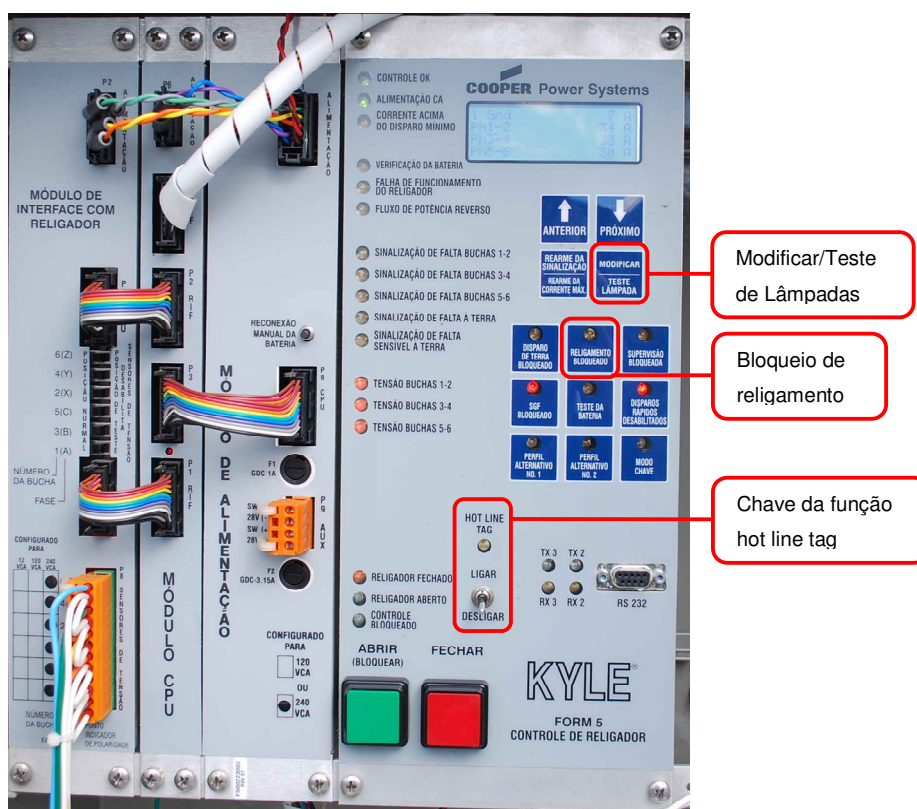

Figura 7 – Religador com controle F5.
4.7.1. Bloqueio de Religamento (Vide Figura 7)
4.7.2. Desbloqueio de Religamento (Vide Figura 7)
F5 – vide Figura 7;